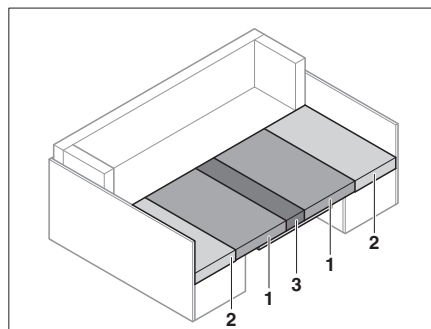

Fig. 73 Después de la transformación
- Tirar de los cojines del asiento (Fig. 73,1) hacia el centro.
- Colocar los cojines del respaldo (Fig. 73,2) entre los cojines del asiento (Fig. 73,1) y la pared exterior.
- Colocar el cojín adicional (Fig. 73,3) entre los cojines del asiento (Fig. 73,1) sobre la mesa.